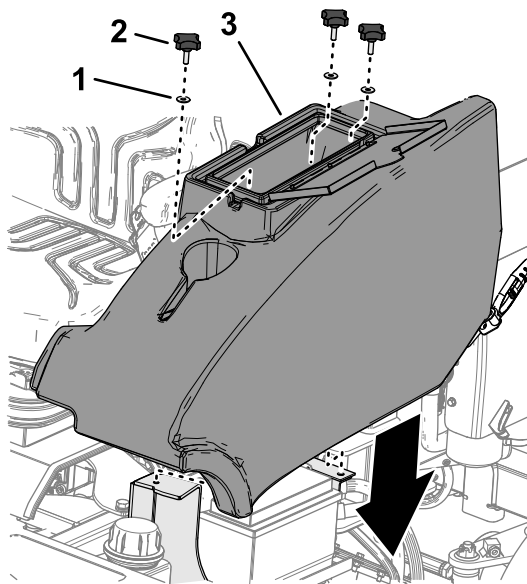

Bild 46
2. Bauen Sie das Ablagefach mit den drei Handrädern und den drei Unterlegscheiben in die Maschine ein (**Bild 46**).